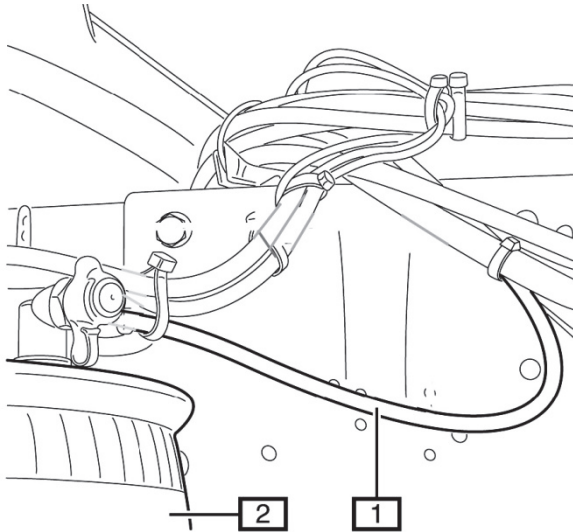

Fig. 3: 1 Zuleitung / Feed pipe / Conduite d'alimentation / Conducto de admisión
- **Fig. 3** Den Luftfederkreislauf ganz entlüften.
- Das Luftrohr (1) zum Luftfederbalg (2) im Bereich der Trennstellen reinigen.
- **Fig. 3** Completely bleed the air-spring circuit.
- Clean the pipe (1) to the air bellows (2) in the area where you will cut it.
- **Fig. 3** Purger complètement le circuit de suspension pneumatique.
- Nettoyer le tuyau d'aérage (1) vers le soufflet de suspension pneumatique (2) à hauteur de la zone de séparation.
- **Fig. 3** Purgar completamente el circuito de la amortiguación neumática.
- Limpiar el tubo de aire (1) del fuelle del resorte neumático (2) en los puntos en que se vaya a cortar.